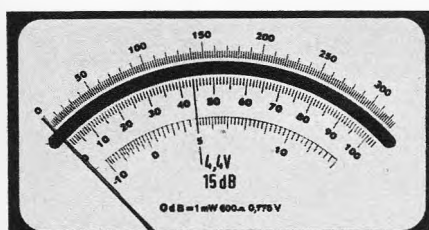

Bild 5. Der Spannung 4 V (Meßbereich 10 V nach Bild 3) entspricht der Spannungspegel $p = + 15$ dB
3. Im Meßbereich 10 V werden 4,4 V abgelesen. Der zugehörige dB-Wert beträgt + 15 dB (Bild 5).